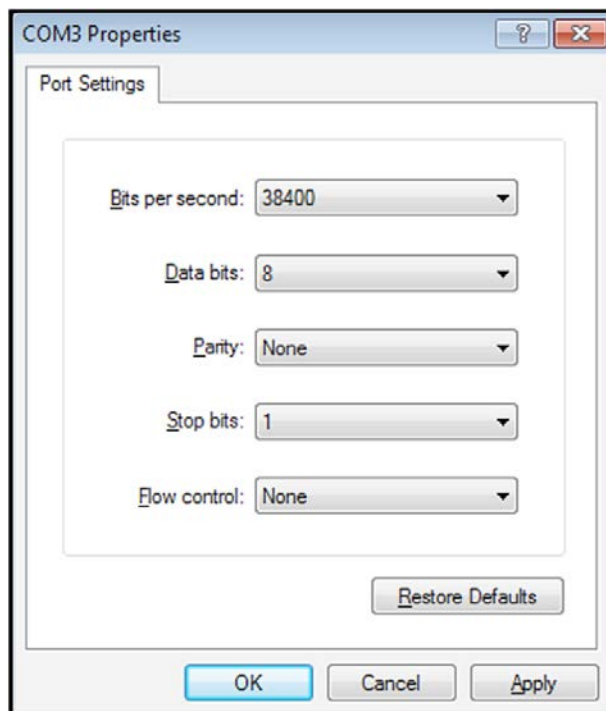

Рис. 15: Окно COM Properties (свойства COM-порта)
2. Запустите программу *HyperTerminal* и установите параметры связи в соответствии с установками для COM-порта и RS232 расходомера PT878 (см. рис. 15 ниже).